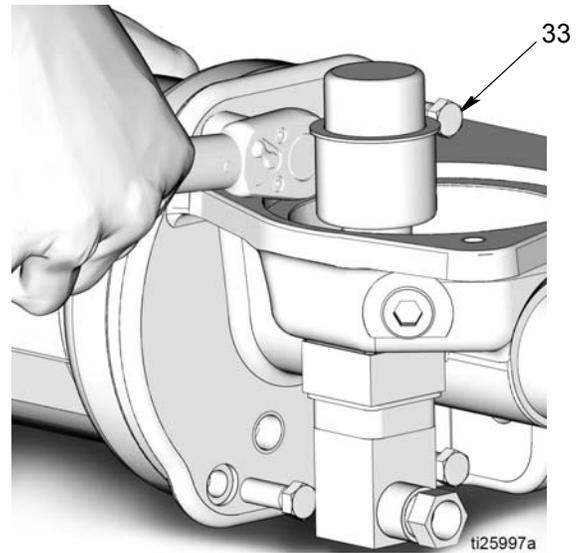

FIG. 53
- c. Instale los 4 pernos nuevos. Apriete a mano los pernos (33) de forma regular, un poco cada vez en un patrón en diagonal. Apriételes después diagonalmente a un par de 10-13 ft. lbs, (13,5-17,6 N•m). Consulte FIG. 53.